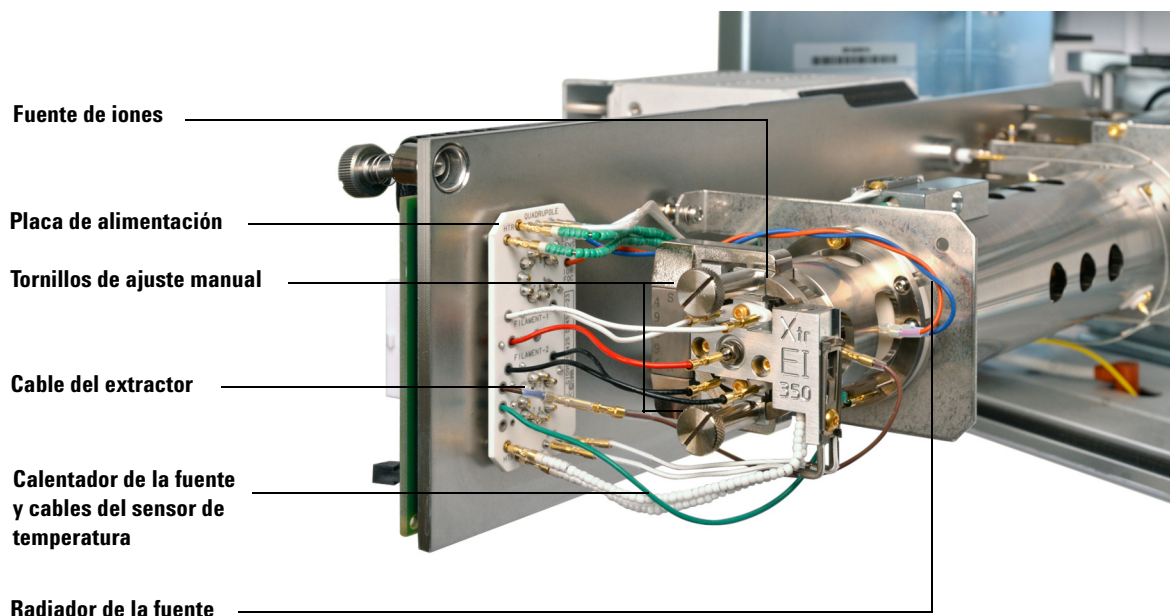

Figura 21 Quitar la fuente de iones EI
- 3 Si está utilizando una fuente estándar o inerte de iones de EI, desconecte los siete cables de la fuente de iones. No doble los cables más de lo necesario (consulte Figura 21 en la página 149 y Tabla 16).
- 4 Si está utilizando una fuente extractora de iones de EI, desconecte los ocho cables de la fuente de iones. No doble los cables más de lo necesario (consulte Figura 21 en la página 149 y Tabla 17).